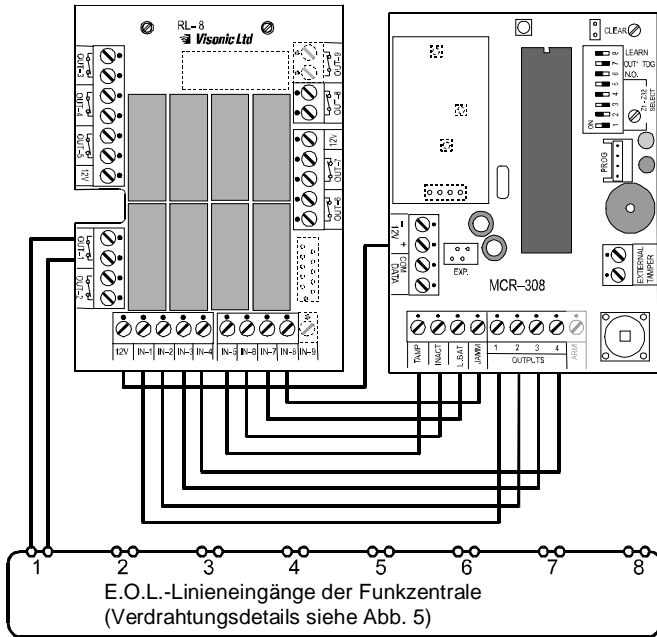
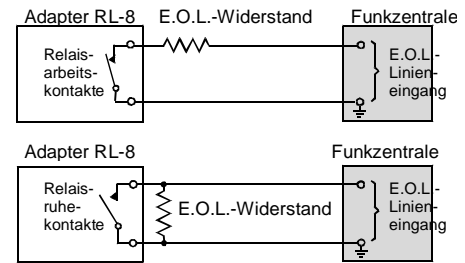

Abb. 4. Typische Verdrahtungskonfiguration
Abb. 5. Verdrahtung von E.O.L.-Linien
Jede Relaisarbeitspule im RL-8 ist permanent an die 12V-Klemme des Gerätes angeschlossen. Wenn 12 VDC (+) an die 12V-Klemme gelegt werden, wird daher das eine Ende jeder Spule permanent mit einem 12 V (+)-Potential beaufschlagt. Jedes Relais wird erregt, wenn das andere Ende seiner Spule mittels des entsprechenden Eingang geerdet wird. Wenn die Verdrahtung wie in Abb. 4 gezeigt abgeschlossen worden ist und unter der Voraussetzung, dass die MCR-308-Ausgänge als Arbeitskontakte (N.O.) definiert sind, wird das andere Ende der Spule durch den entsprechenden „Open“-Kollektorausgang des MCR-308 gegen Erde gezogen.
Beachten Sie Abb. 4 und stellen Sie folgende Verdrahtungen her:
- C. Schließen Sie die Ausgangsklemmen jedes Relais an die Eingänge der entsprechenden Linie der Funkzentrale an. Abb. 4 zeigt nur einen verdrahteten Ausgang als Beispiel. Alle anderen sieben Ausgänge können Sie in ähnlicher Weise verdrahten. Denken Sie daran, einen Schleifenendwiderstand („E.O.L.“) mit dem richtigen Ohm-Wert wie bei der von Ihnen verwendeten Funkzentrale erforderlich anzuschließen (siehe Abb. 5).